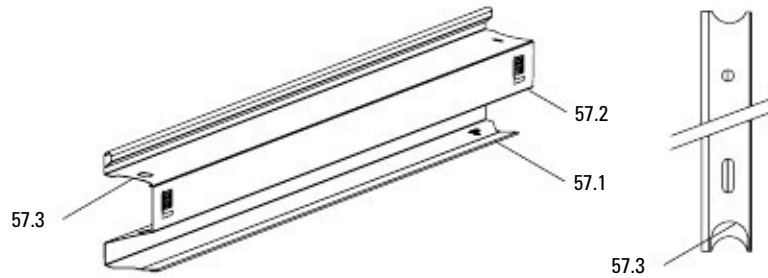

Fig. A3.09
3. Поставете ограничителя UPY (57) от външната страна на скелето отляво. Там има по-голям изрез на тръбата (57.3). (Fig. A3.09)
3. Поставете Toeboard UPY (57) от външната страна на скелето отляво. Там има по-голям изрез на тръбата (57.3). (Fig. A3.09)
5. Поставете едновременно ограничителя UPY (57) върху външната тръба и в трапецовидната кутия (57.2) на ограничителя от перпендикулярната част на скелето.